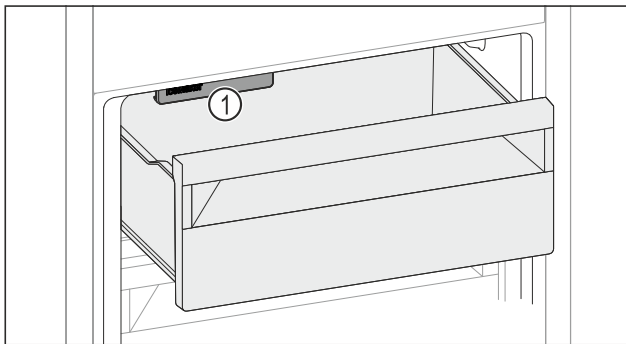

Fig. 255
- IceMaker Fig. 255 (1) berücksichtigen.